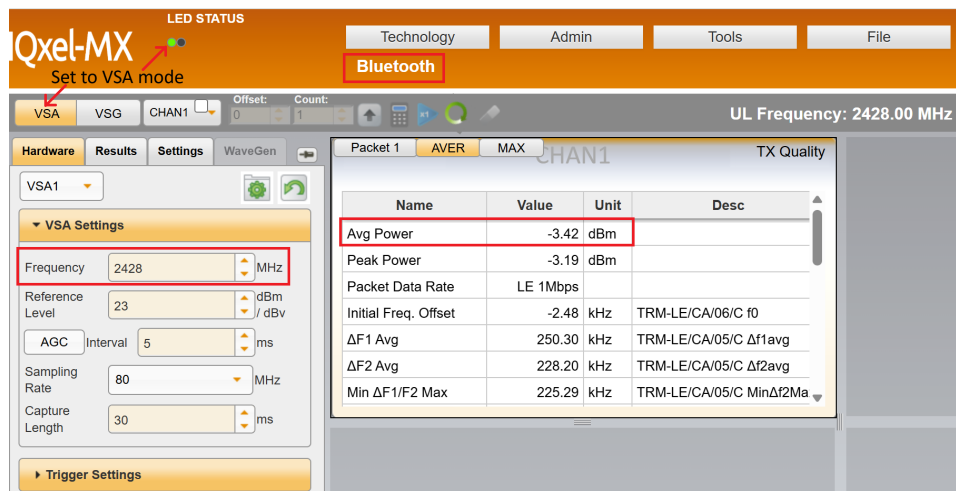

图 6-2. LitePoint 屏幕配置示例
4. 开始传输之前，请确保已正确配置 VSA。如果使用 LitePoint，您的屏幕应与图 6-2 类似